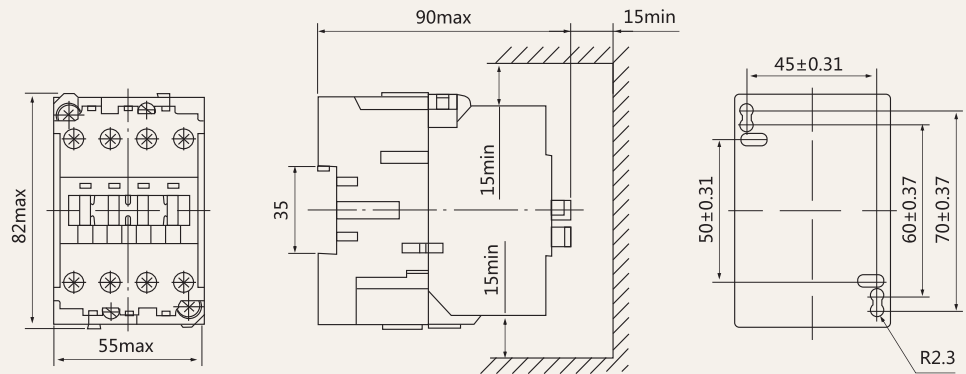

图2
- 外形及安装尺寸见图2:CJX8-25C见图2a;CJX8-30C见图2b;CJX8-50C.63C.75C见图2c。
图2 a)
图2 b)
图2 c)